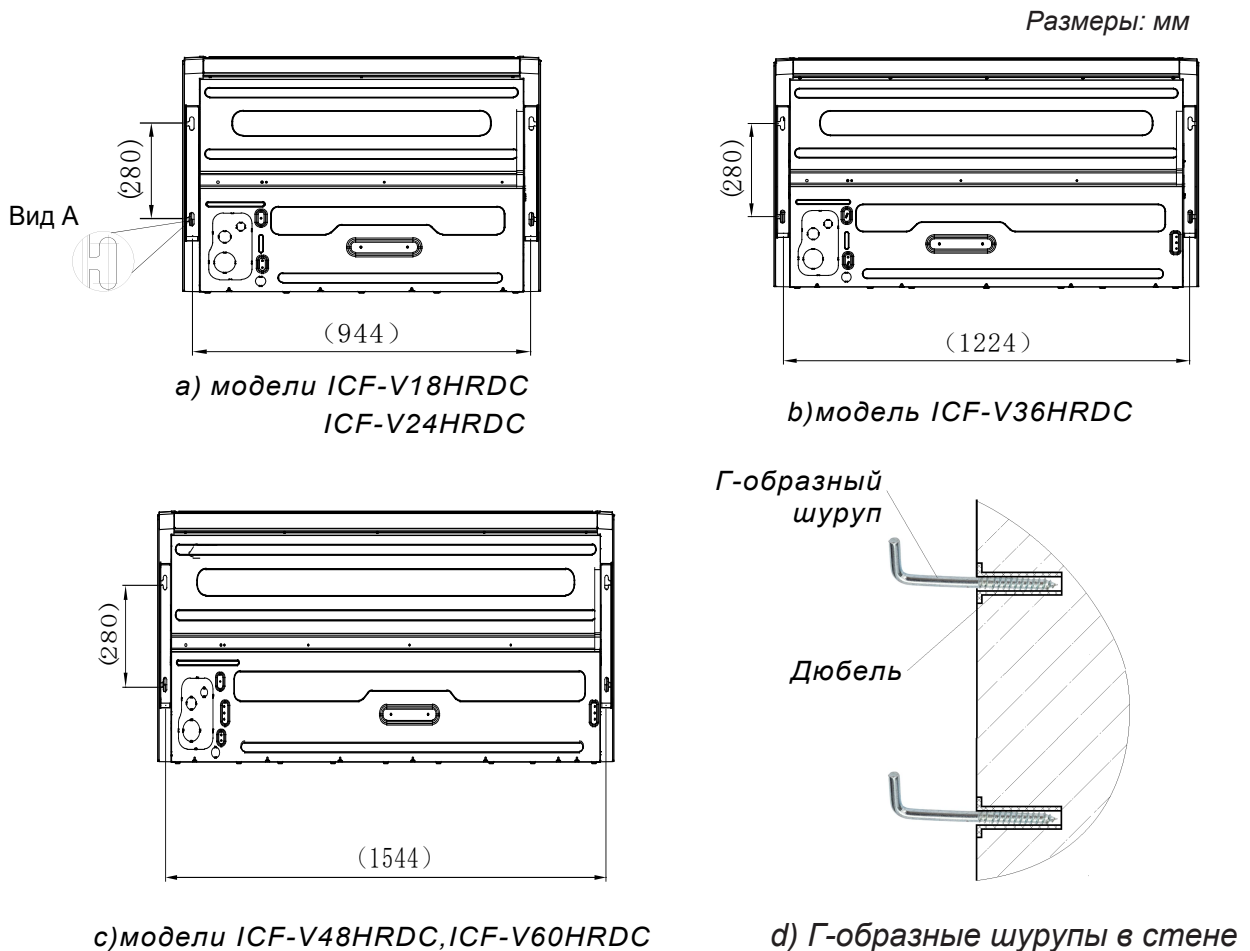

Рис.2.11
- ✓ С учетом установочных размеров (в скобках рис.2.11 а, b,с) сделать разметку на стене и установить Г-образные шурупы в стене с помощью дюбелей (рис.2.11, d)